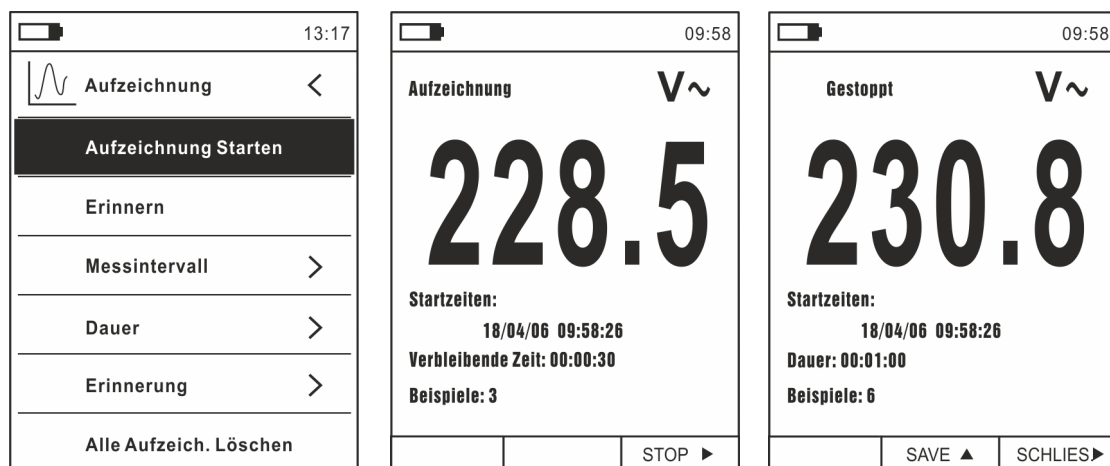

Abb. 37: Data Logger Funktion – Aufzeichnungen starten und beenden
13. Wählen Sie den Eintrag “Aufzeichnung Starten” (siehe Abb. 37 – linke Seite) und drücken Sie die Taste ≡. Die Bildschirmseite in Abb. 37 – Mitte, wo Anfangsdatum und -Uhrzeit, sowie die restliche Zeit und die Anzahl von in Echtzeit abgetasteten Werten angegeben sind, erscheint im Display. Die Meldung “Aufzeichnung” erscheint auf der Oberseite des Displays um den laufenden Vorgang anzugeben.
15. Nachdem die Operation zu Ende ist, erscheint die Bildschirmseite in Abb. 37 – rechte Seite im Display. Drücken Sie die Taste ▲ (**SAVE**), um die Aufzeichnung im internen Speicher des Geräts zu speichern, oder die Taste ► (**SCHLIES.**)